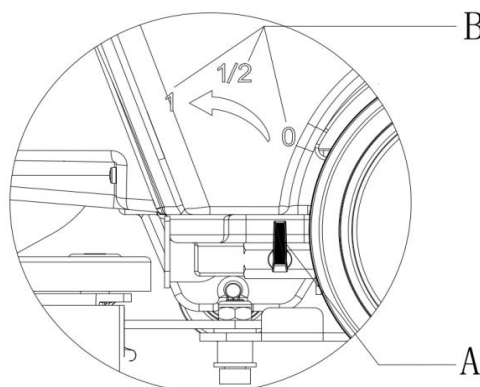

Abbildung 7
Der Netzschalter (45) muss sich in der Aus-Stellung "o" befinden, bevor Sie den Ventileinstellknopf (A, Abbildung 7) anpassen.
Stellen Sie den Ventilknopf ein, um die Menge des Wasserstroms je nach tatsächlichem Bedarf zu regulieren. B in Abbildung 7 zeigt die Menge des Wasserstroms.